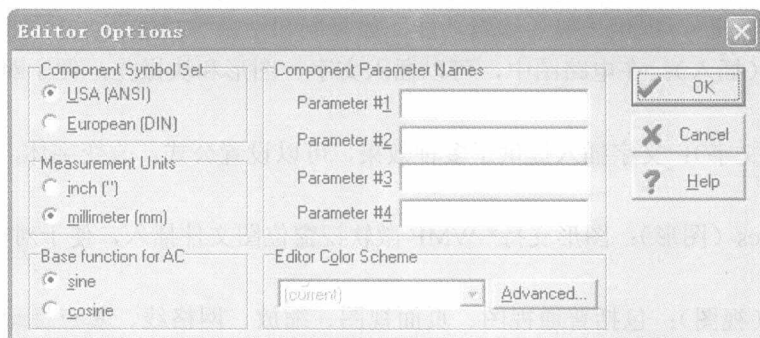

图 2-6 编辑选项
5) Option: 编辑器选项用于设置电路图显示制式, 如图 2-6 所示, 可根据不同地方使用习惯设定。分别有元件符号设置、度量单位设置、AC 用的基本函数设置和元件参数名称的设置等。